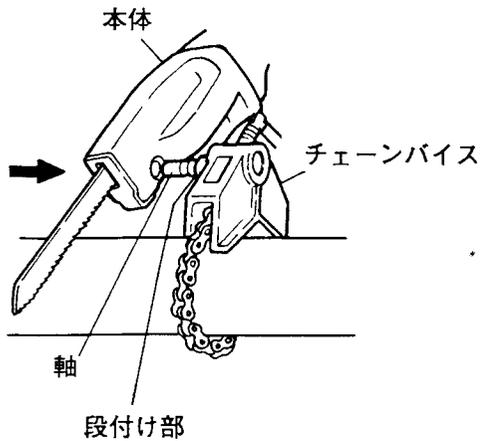

図 9
- (3) 本体の先端部の穴をチェーンバイスの軸に合わせ、軸の段付け部に突き当たるまでさし込みます。（図9、10）
- (4) 本体を引張ってみて軸の溝にボールプランジャネジの先端のボールが入ったことを確認してください。